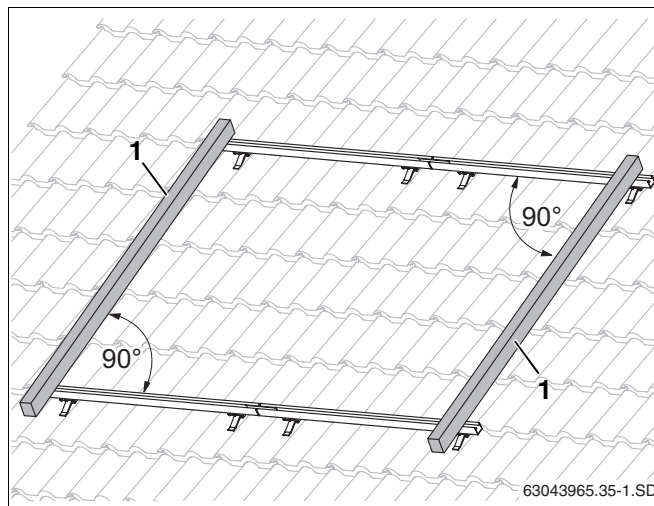

Рис. 33 Выравнивание профильных реек
- Выровнять верхние и нижние профильные рейки относительно друг друга по краям в горизонтальной плоскости (рис. 33, использовать уровень).
Измерьте диагонали или положите планку (рис. 33, поз. 1) на концы профильных реек. Угол между планкой и профильной рейкой должен составлять 90°. Выровняйте профильные рейки в продольных отверстиях.